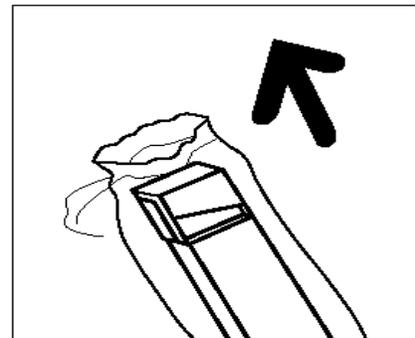

Abb. 18: Neuen Behälter aus Verpackung nehmen
- 6** Neuen Tonersammelbehälter aus der Verpackung nehmen (s. Abb. 18).